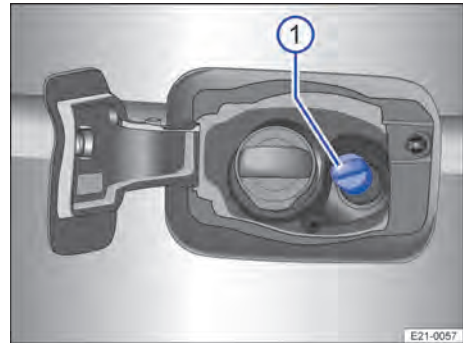

Abb. 172 Hinter der Tankklappe: Verschluss des AdBlue-Einfüllstutzens.
Der AdBlue®-Einfüllstutzen befindet sich hinter der Tankklappe neben dem Tankeinfüllstutzen für Kraftstoff → Abb. 172 ①.